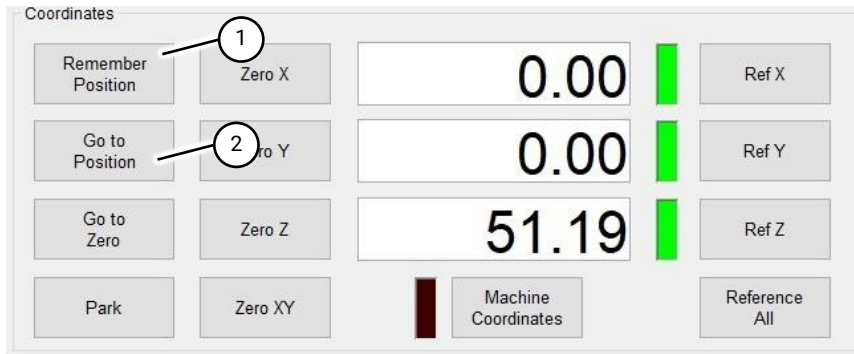

Fig 79 Volet Coordonnées
1. Le bouton "Remember Position" du volet Coordonnées (Fig 79 (1)), enregistre la position actuelle du chalumeau. Pour rappeler la position, appuyez sur le bouton "Go to Position" (Fig 79 (2)). Le chalumeau se déplacera à la position mémorisée. Ceci est utile pour mémoriser les positions du point de référence pour le travail répétitif.